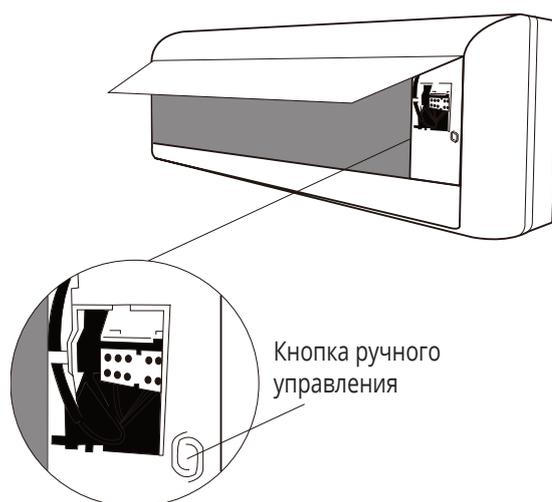

Рис. 8.1
2. Кнопка РУЧНОЕ УПРАВЛЕНИЕ (MANUAL CONTROL) расположена в правой части блока. Нажмите на эту кнопку дважды, чтобы активировать режим ОХЛАЖДЕНИЕ (COOL). См. рис. 8.1